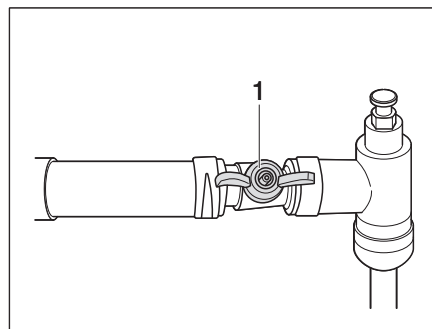

Bild 328 Avstängningsventil Alde, öppnad
- Ställ avstängningsventilen (Bild 328,1) på tvären mot rörledningen.
- Ställ avstängningsventilen (Bild 328,1) parallellt med rörledningen.